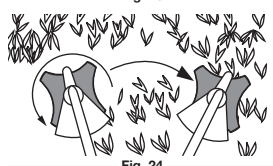

Fig. 24
- Coupez tout en balançant le haut du corps de gauche à droite (Fig. 24).
- Balancer l'appareil de gauche à droite tout en pénétrant dans la zone à couper (Fig. 24).